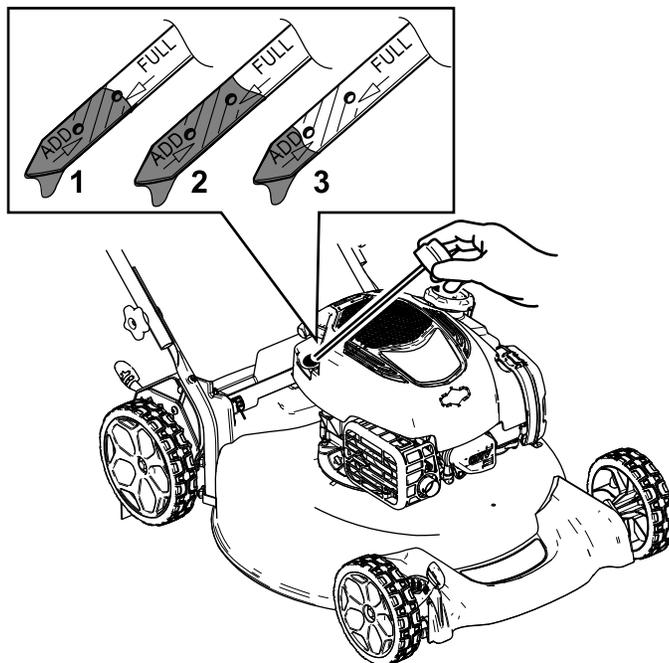

Figure 13
2. Tournez le bouchon dans le sens antihoraire et sortez la jauge (Figure 13).
5. Relevez le niveau d'huile indiqué sur la jauge (Figure 13).